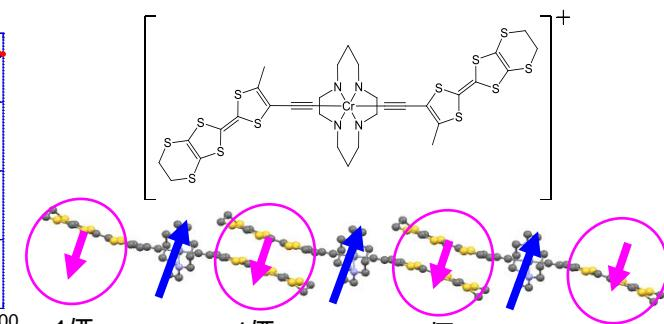

図2 新規導電性磁性クロムイオン(III)錯体分子同士が一体化
- エチニル基を導入したテトラチアフルバレン誘導体をクロム(III)に結合した錯体を新規に合成しました（図2）。中心金属としてクロム(III)を用いたことで、比較的大きなスピンをもつ安定な錯体が得られます。これを用いて作製した磁性結晶では、隣接する錯体との間でテトラチアフルバレン誘導体が二量体を組み、+1価の電荷が隣接分子間で非局在化し、隣り合う分子のスピンを非常に強く結びつけていることが明らかになりました。